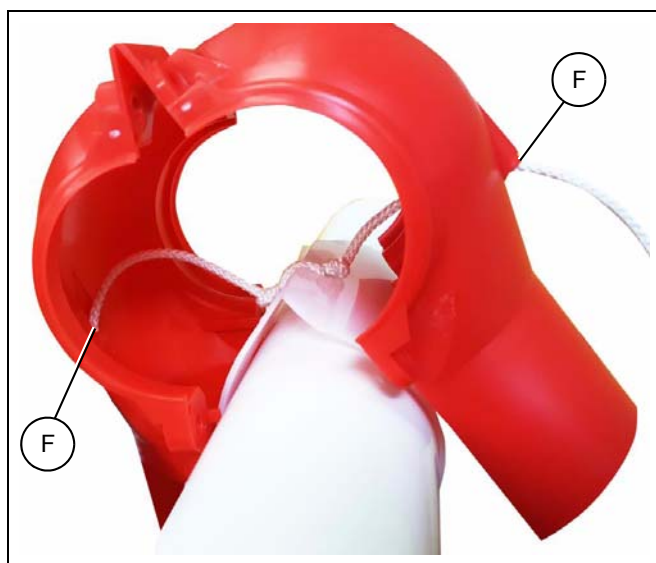

Рисунок 5Q
7. Разместите половинки кожуха отвода на трубе и проденьте шнур через направляющие отверстия (F). (см. рисунок 5Q.)